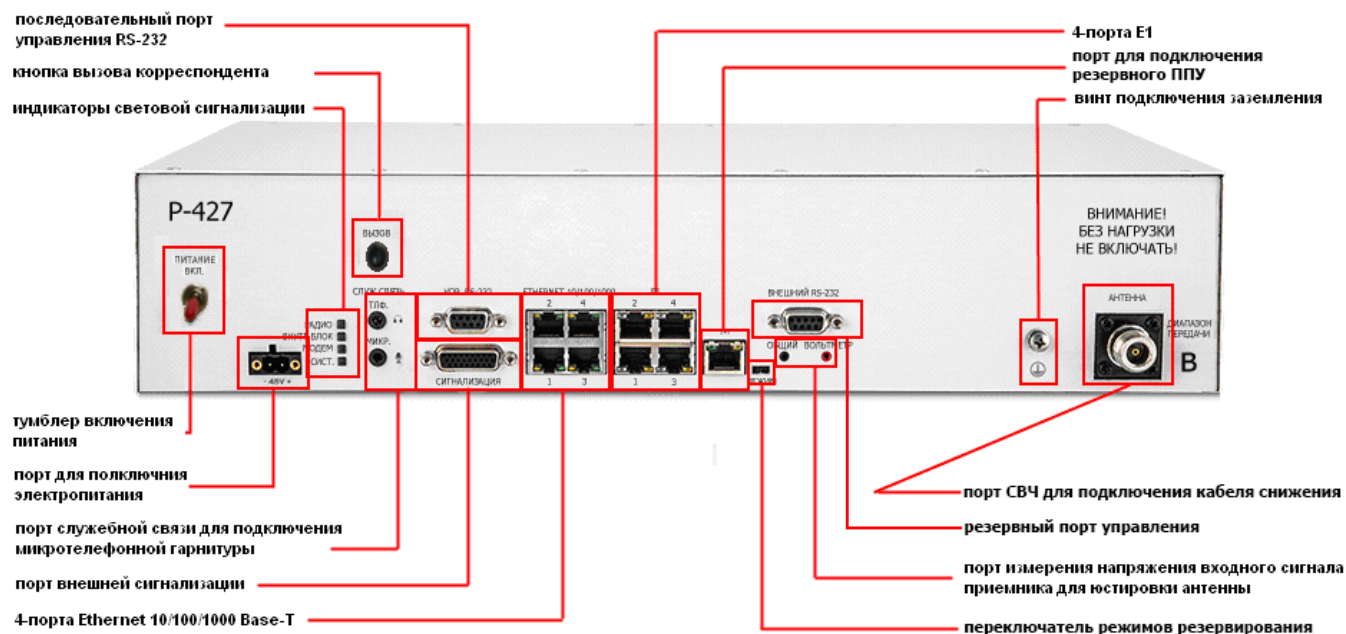

Рисунок 1 – Приемопередающее устройство Р-427
2.2.3 В приемопередающем устройстве реализованы следующие интерфейсы и органы управления (рис.1):